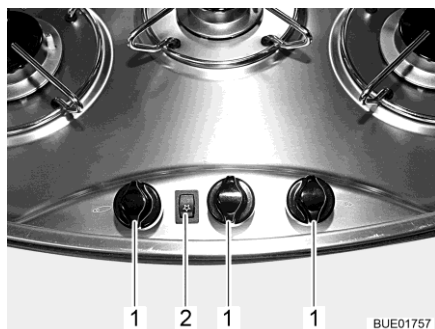

Fig. 156 Elementi di comando (fornello a gas)
- Ruotare il pomello girevole (Fig. 156,1) dell'impianto a fiamma libera desiderato in posizione accesa (fiamma alta).
- Premere l'interruttore a bilico (Fig. 156,2). Sul bruciatore vengono prodotte scintille.